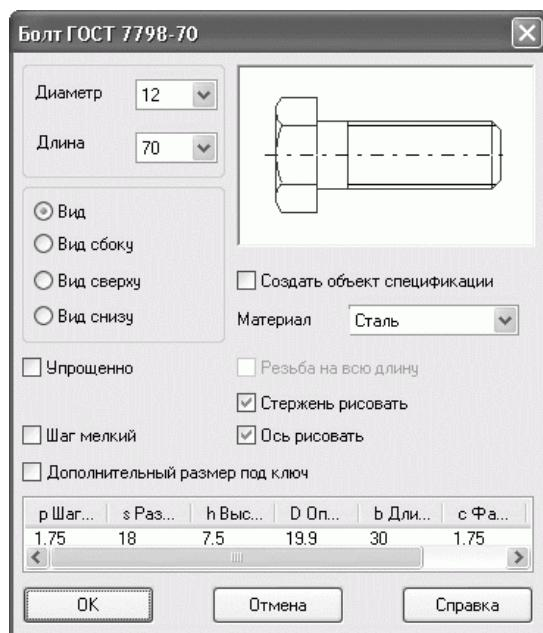

Рис. 2.104. Параметры создаваемого болта
5. Теперь необходимо добавить рисунок головки фиксирующего винта. Его изображение, как и рисунки других стандартизованных крепежных элементов, содержится в конструкторской библиотеке системы КОМПАС-График. Откройте Менеджер библиотек, выберите папку Машиностроение и запустите находящуюся в ней конструкторскую библиотеку. Перейдите в раздел БОЛТЫ > БОЛТЫ НОРМАЛЬНЫЕ и дважды щелкните на строке Болт ГОСТ 7798—70. Появится диалоговое окно настройки параметров библиотечного элемента. Из раскрывающегося списка Диаметр выберите значение 12 (напомню, что это диаметр фиксирующих крышки винтов), установите переключатель в положение Вид сверху и снимите флажок Ось рисовать (рис. 2.104). После этого нажмите кнопку OK и вставьте изображение головки винта в точку пересечения вертикальной осевой крышки ведомого вала и осевой линии, обозначающей окружность размещения винтов. После фиксации точки вставки поверните изображение на 90°.